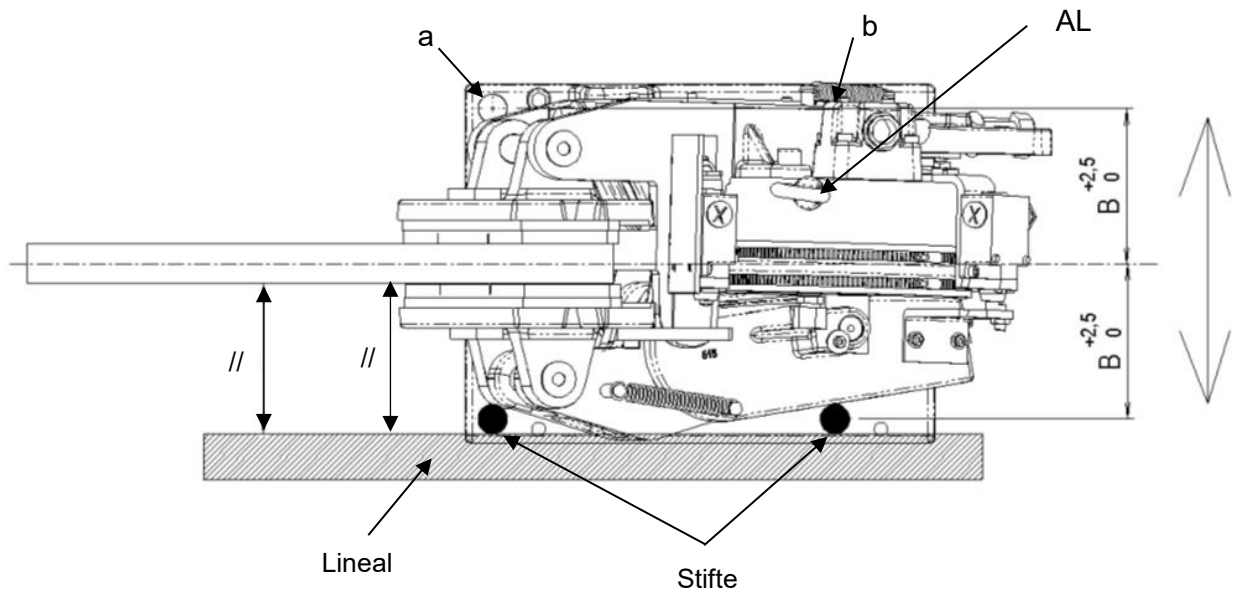

Abbildung 2.1
1. Setzen Sie die Bremse auf die Bremsscheibe auf, sodass die Scheibe zwischen den beiden Bremsbelägen platziert ist. Nutzen Sie die Kranöse AL (Abbildung 2.1) zum Anheben der Bremse. Falls erforderlich, deaktivieren Sie die manuelle Lüftung, um die Bremse zu schließen und eine Ausrichtung zur Scheibe sicherzustellen.
2. Zentrieren Sie den Bremsattel quer zur Bremsscheibe auf $\pm 2,5$ mm (siehe Abbildung 2.1).
3. Drehen Sie zwei Befestigungsschrauben an den Positionen a und b (Abbildung 2.1) handfest ein (nicht anziehen) und setzen Sie zwei Stifte in die gegenüberliegenden Bohrungen ein.